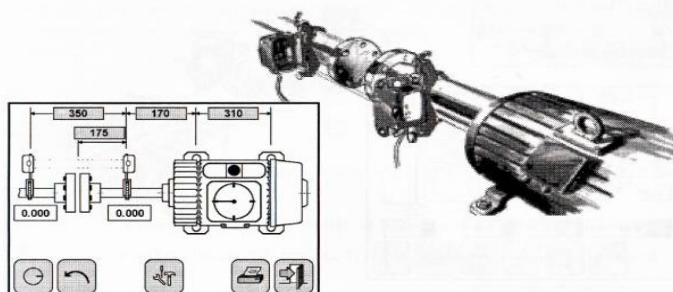

Figura 3 – Valores de TD
5.5 Abrir a tampa dos alvos e esperar que os valores dos TD apareçam. Pressionar o ícone das 9 horas (Figura 3).